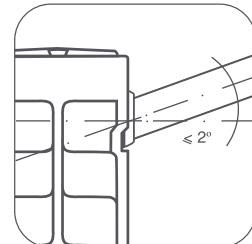

рис. 4
**!** Во избежание аварии допустимо отклонение оси коллектора радиатора от подводящих труб не более  $2^{\circ}$  (рис. 4).